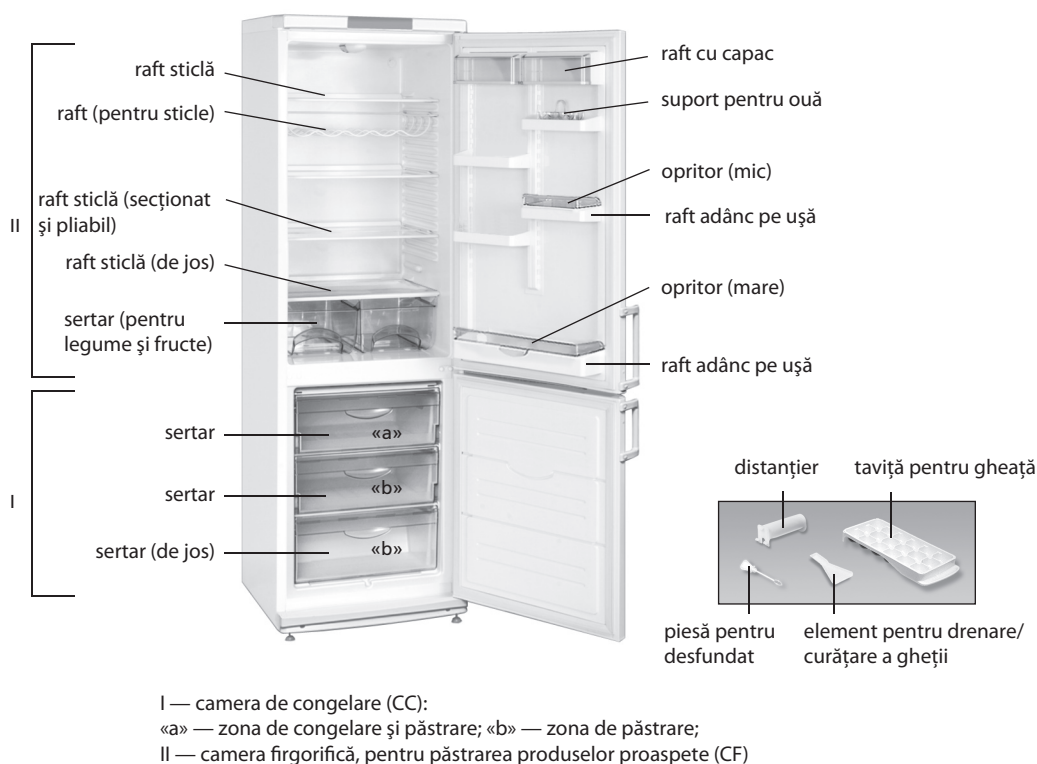
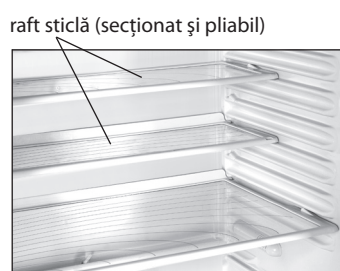

Figura 1 – Frigider și piese componente
Figura 3 – Raft sticlă (secționat și pliabil)
1.1 Frigiderul este destinat pentru congelarea produselor proaspete, conservarea pe termen lung a alimentelor congelate și prepararea gheții alimentare în CC; pentru răcirea și păstrarea pe termen scurt a alimentelor proaspete, băuturilor, fructelor și legumelor în CF în conformitate cu figura 1.
1.6 Raftul de sticlă (secționat și pliabil), în conformitate cu figura 1, constă din două părți, în conformitate cu Figura 3. Secțiunile acestui raft pot fi fixate în CF separat una de alta, pentru a amplasa vasele mari
1.7 Raftul (pentru sticle), în conformitate cu figura 1 este destinat pentru păstrarea băuturilor în sticle de plastic, permite utilizarea eficientă a spațiului interior al CF. Pentru a preveni deteriorarea părții din spate a CF, sticlele trebuie să fie plasate cu gâtul spre ușă.